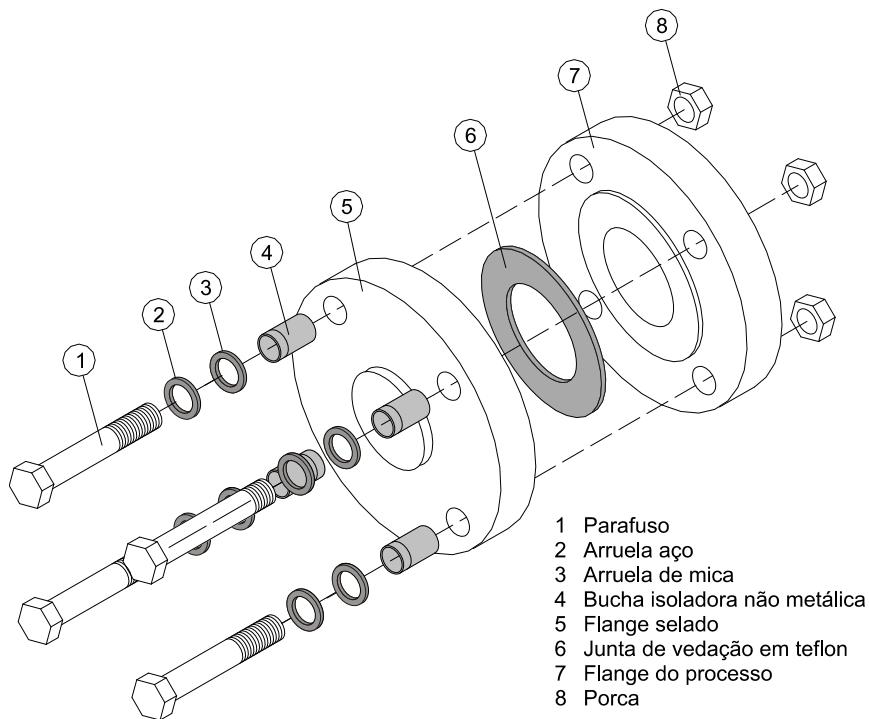

Figura 5.5 - Esquema de Montagem do Kit Isolador
A figura 5.5 mostra as seguintes partes constituintes do kit isolador SMAR: Junta de Vedaçāo de Teflon (6), Bucha Isoladora não metálicas (4), Arruelas de mica (3) e Arruelas de Aço (2).
Ver Figura 5.5.